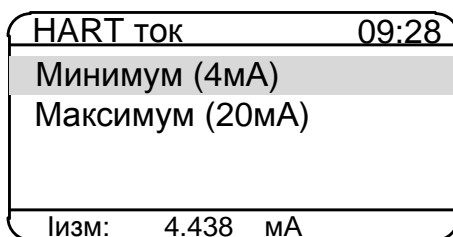

Рисунок 2.31
2.6.5.7.6 Выбор пункта «Подстройка тока» и нажатие кнопки «» приводит к появлению на дисплее КДМ-020 подменю *HART ток* (см. рисунок 2.31), содержащее следующие пункты: